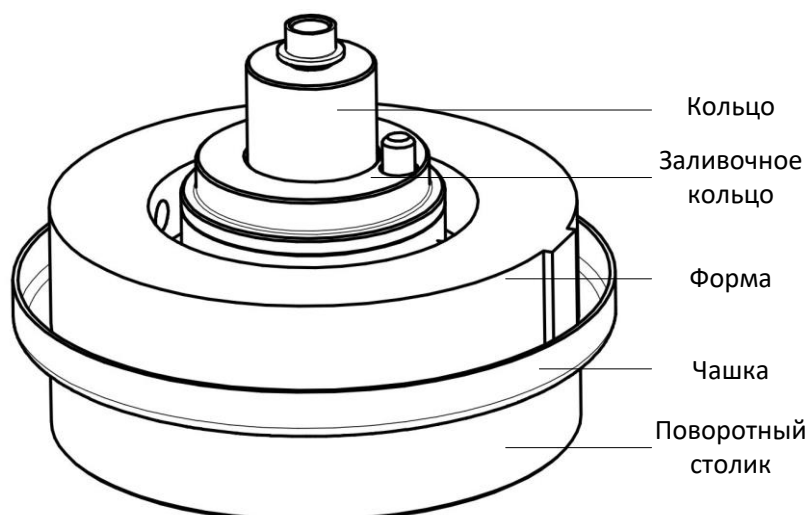

Рисунок 8 – Заливка образца
4.4.3 Установить форму в сборе с кольцом и заливочным кольцом¹ на чашку, а затем в центр поворотного столика (см. рис. 8).
4.4.4 Измерить и записать массу формы в сборе (см. рис. 8) с точностью до 0,1г.